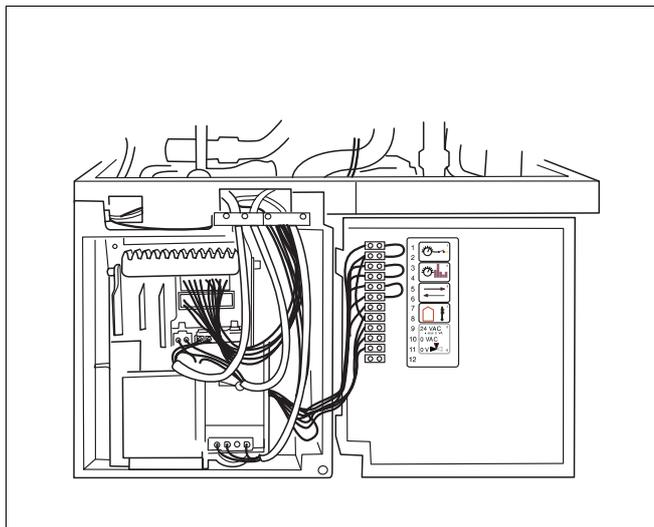

Abb. 8 UBA-Gehäuse öffnen
- UBA-Gehäuse aufklappen (Abb. 8).